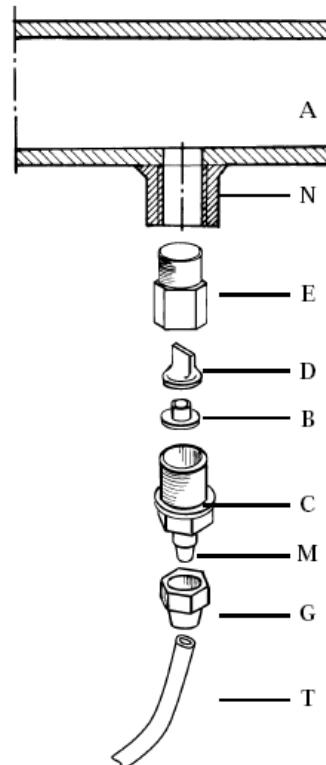

Рис. 8
- g.** – Выберите наиболее подходящее место для врезки в систему и установите в нем стальной коннектор с наружной резьбой 3/8". Данный коннектор не входит в комплект поставки насоса. Вкрутите в этот коннектор клапан впрыска, как показано на рис. 8. Затем подсоедините шланг сброса к клапану впрыску и закрутите гайку **G**. В данной ситуации клапан впрыска также выполняет функцию невозвратного клапана (обычно выполняется из Витона).
3.1. СХЕМА УСТАНОВКИ КЛАПАНА ВПРЫСКА (Рис. 8)